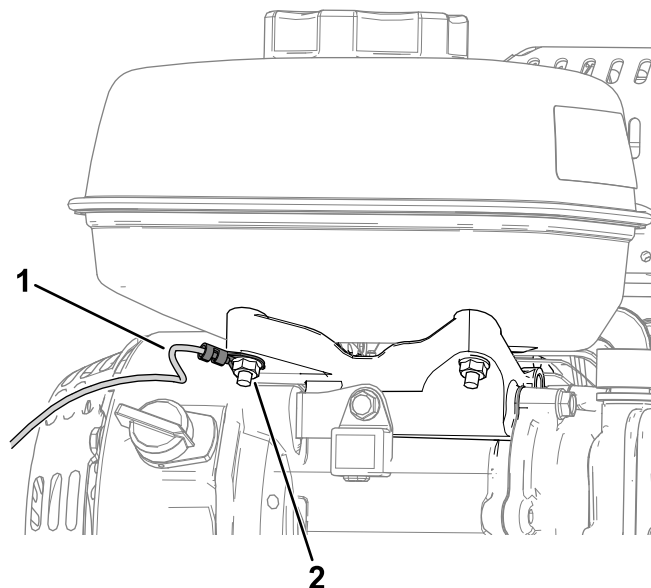

Figura 3
- Ligue o fio de massa (anel terminal) ao motor com uma porca existente sob o depósito de combustível (**Figura 3**).